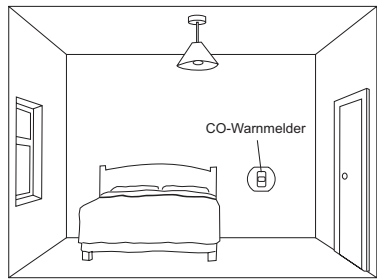

Abbildung 3
3.4 Bei Montage des CO-Warnmelders in einem Schlafzimmer oder in Räumen ohne Brennstätte (siehe Abb. 3)